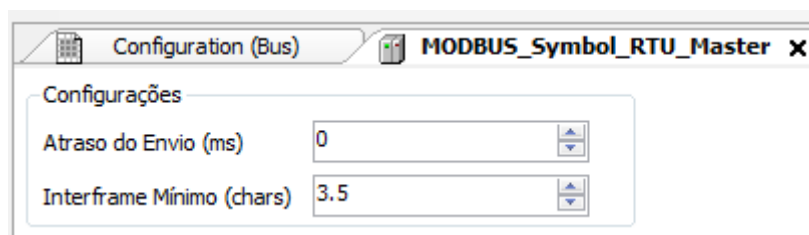

Figura 62: Tela de Configuração Parâmetros Gerais MODBUS RTU Mestre
- Configurar os parâmetros gerais do protocolo MODBUS Mestre, como: tempos de atraso de envio e interframe mínimo como na Figura 62.